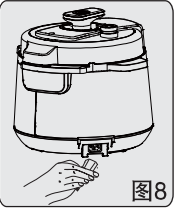

图8
- ◆ 将电源线一端插入锅底部的插座上(如图8)；另一端插到电源座上（必须插到位）。